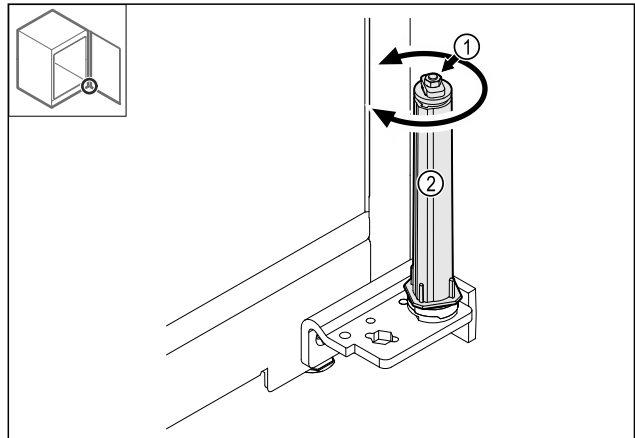

Fig. 34
- Ne pas démonter le raccord vissé Fig. 34 (1) du système de fermeture.
- Faire tourner le système de fermeture Fig. 34 (2) jusqu'à entendre un clic.